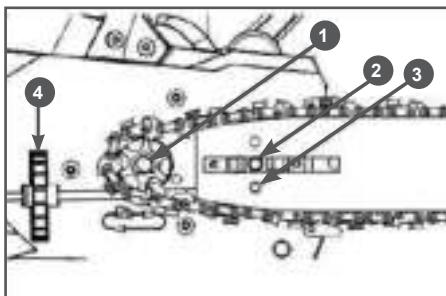

Рис. 3. Установка цепи
- Наденьте пильную цепь на звездочку 1 (Рис. 3), одновременно надев шину на шпильку 2 шины (составив паз шины и шпильку, а также палец натяжения цепи 3 с отверстием для пальца в основании шины). Поворачивайте колесо 4 натяжителя цепи, чтобы отрегулировать положение цепи, пока она не войдет в направляющую шину (Рис. 3).